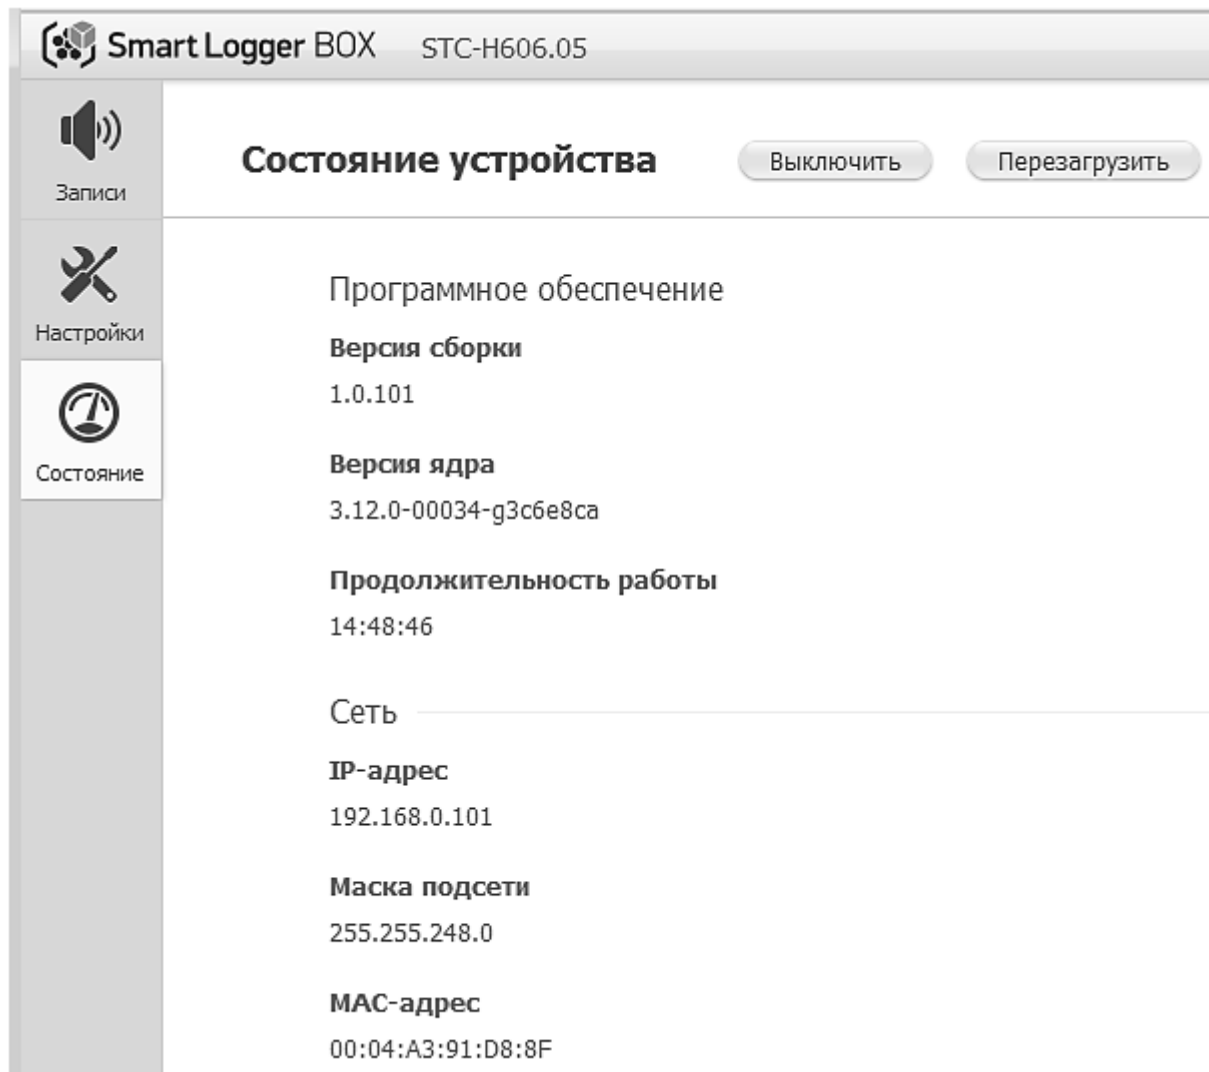

Рисунок 2 – Проверка настройки сети и программное выключение изделия
7. Перейти на вкладку **Состояние** (рисунок 2), убедиться, что новые настройки сети применены, и нажать кнопку **Выключить**.